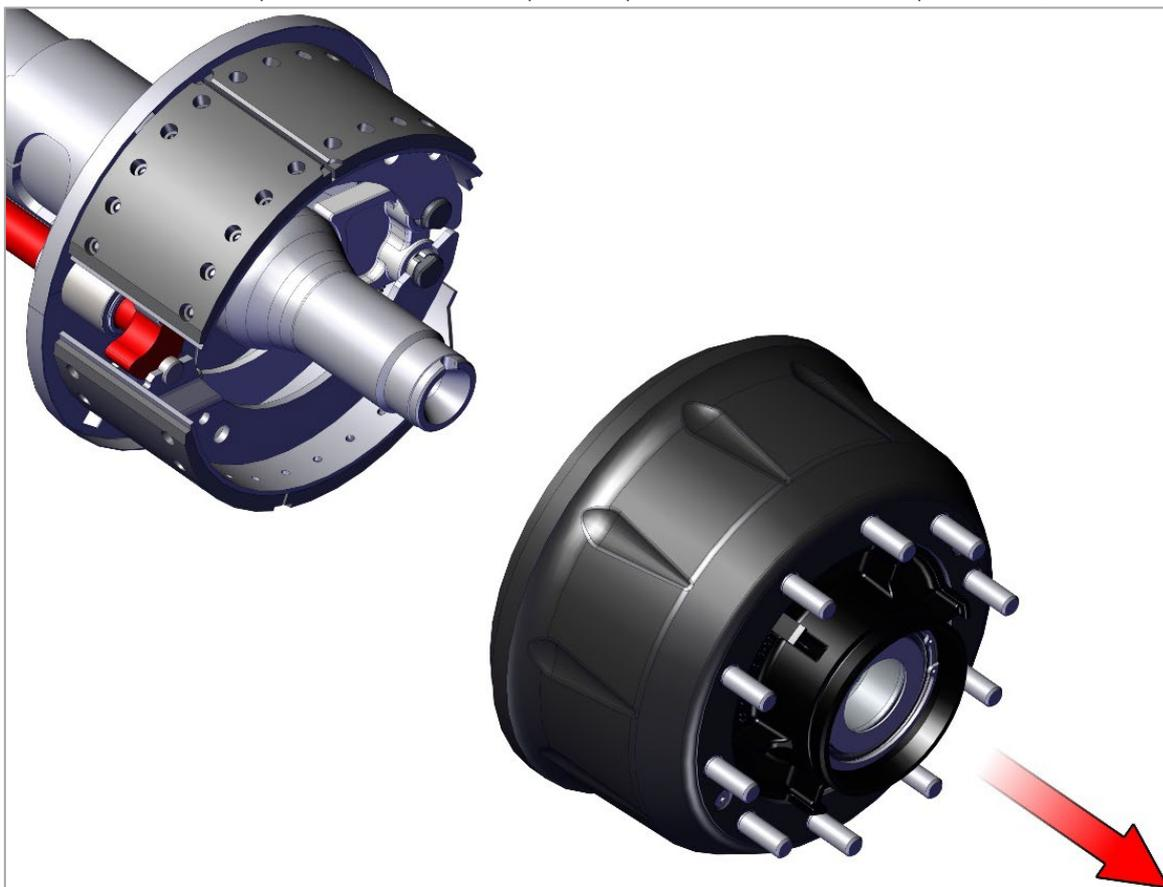

Рис. 8.2. Снятие сборочного узла ступицы и барабана
4) Извлеките сборочный узел ступицы и барабана. Категорически запрещается снимать барабан, не сняв предварительно колесо (рис. 8.2);